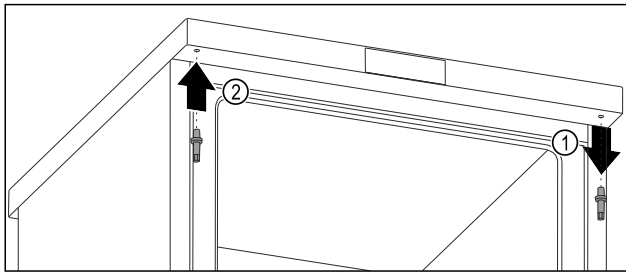

Fig. 12
- ▶ Oberen Bolzen mit Außensechskantschlüssel herausdrehen. *Fig. 12 (1)*
- ▶ Bolzen auf der Gegenseite mit Außensechskantschlüssel festschrauben. *Fig. 12 (2)*